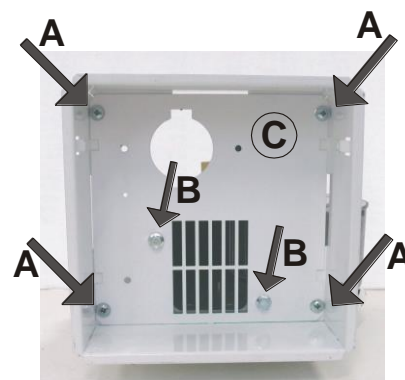

Figure 8– Remplacement du ventilateur
- Dévisser les quatre vis **A** qui se trouvent sur la grille sur les quatre angles fig. 8